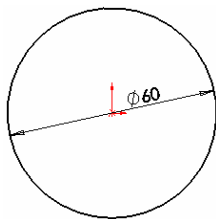

图 4-89 标注的圆
① 设置基准面。在左侧的“FeatureManager 设计树”中用鼠标选择“上视基准面”作为绘制图形的基准面。
② 绘制草图。选择菜单栏中的“工具”→“草图绘制实体”→“圆”命令，以原点为圆心绘制一个直径为 60 的圆。结果如图 4-89 所示，然后退出草图绘制状态。